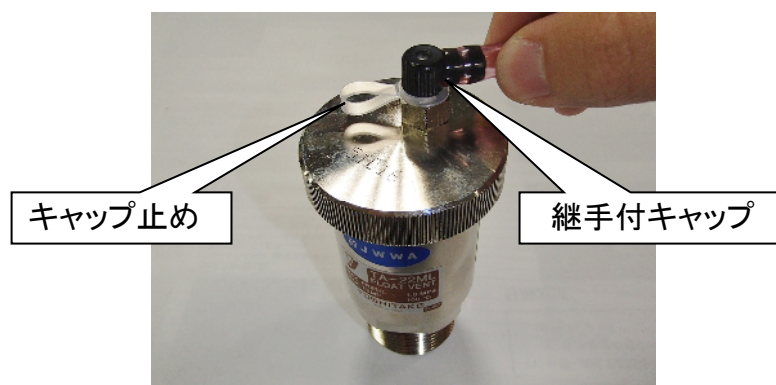
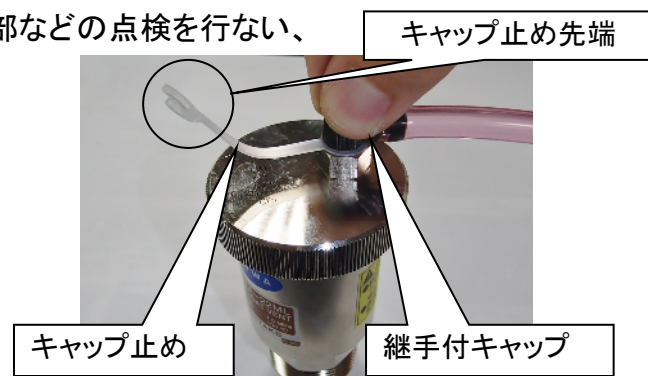

図1
図2
- (1) 継手付キャップを締付け後、必ずホースを取り付けて排水溝まで導いてください。(図1) ご使用にあたりキャップ止めの先端(図2)は外さないでください。
(9) 作動中にゴミ等の異物が弁部に付着し、万一水漏れが起きたときは、弁部の清掃を行って下さい(「5.4故障と対策」を参照して下さい。)応急処置としてキャップ止めの先端を外し継手付キャップを締める事により水漏れを止めることができます。(図2)